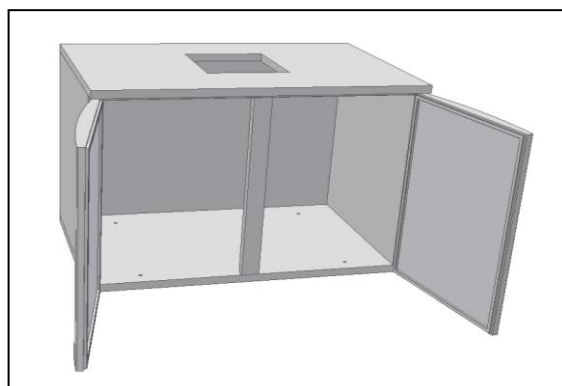

Fig. 9
- Fixer **le pillier** aux panneaux du plafond et du fond (Fig.9);